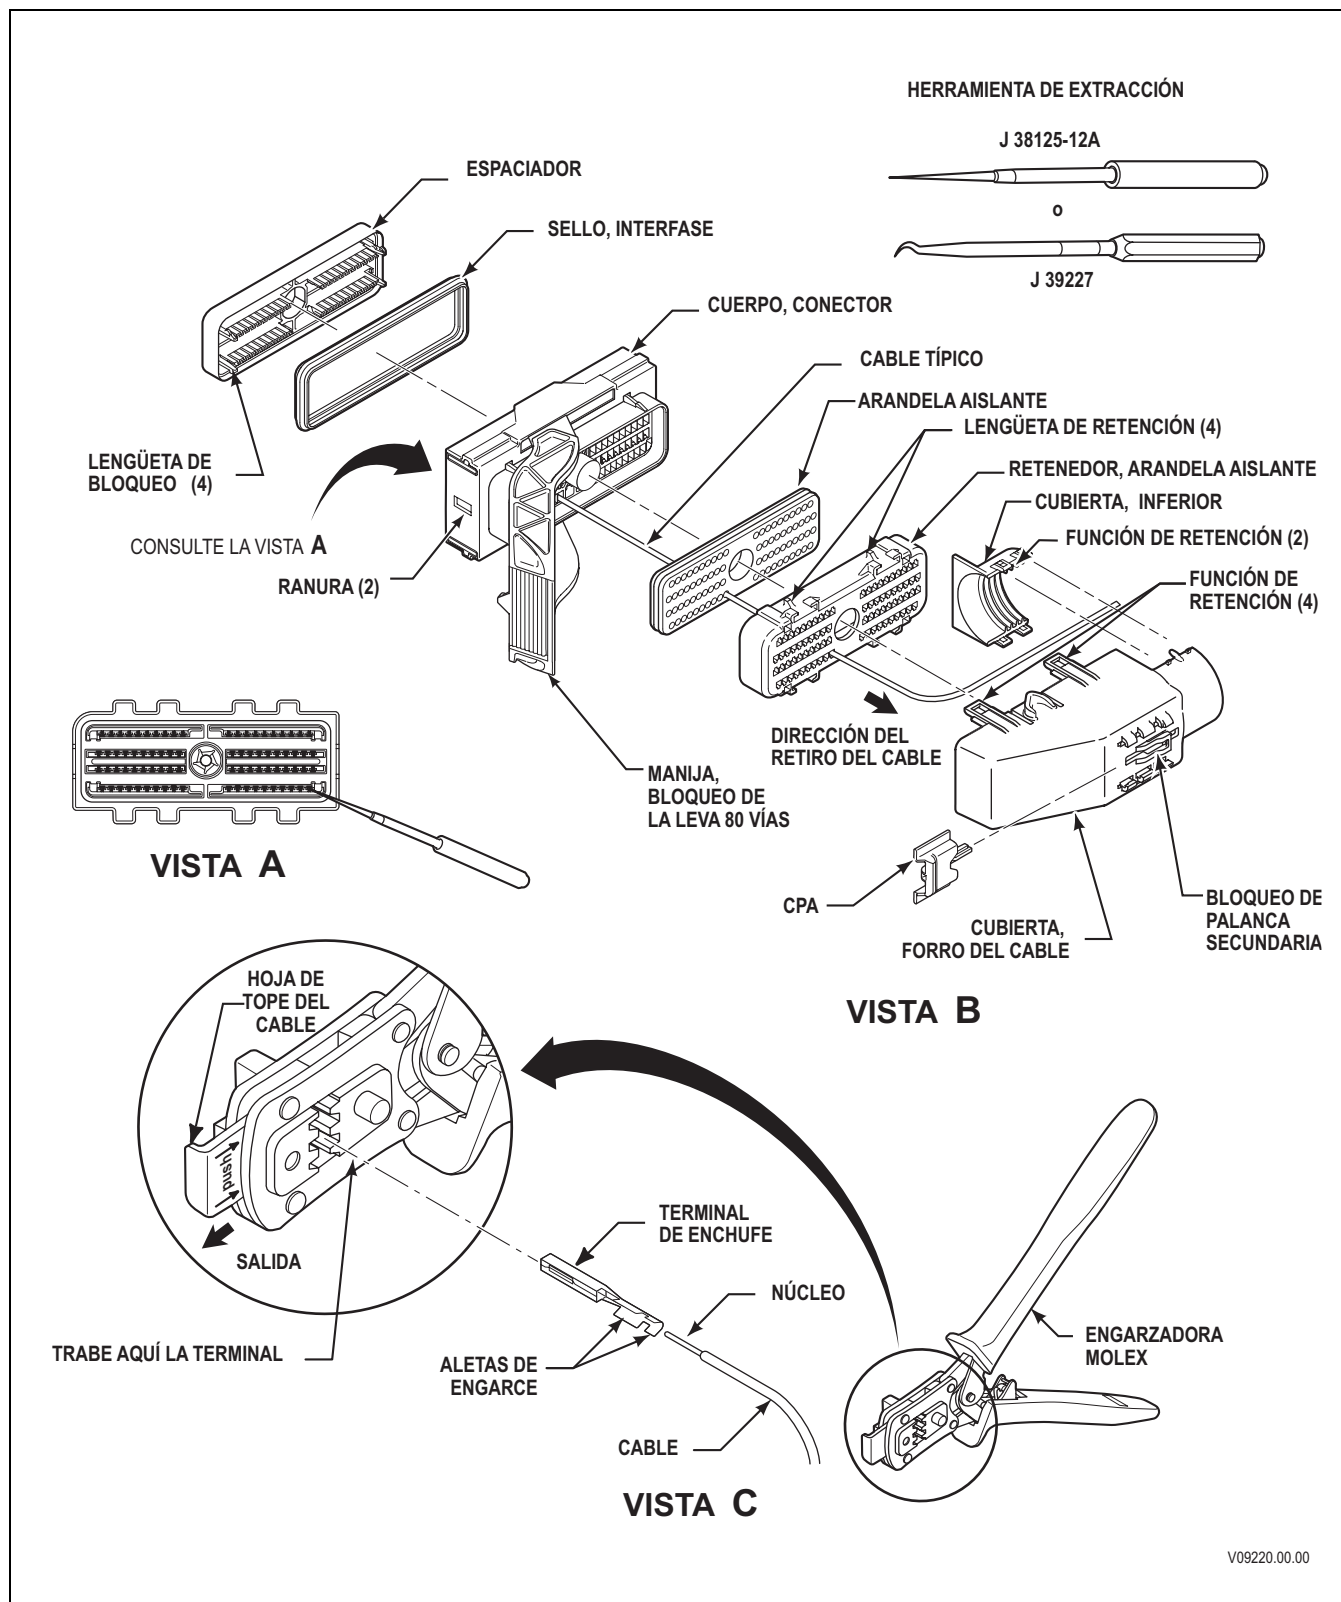

Figura E-2A. Leva AFL 80F-ayuda, conector dirección 'A'(conector del TCM)
A. Conector, ensamble de leva 80F-Ayuda, dirección 'A' (consulte la Figura E-2A)